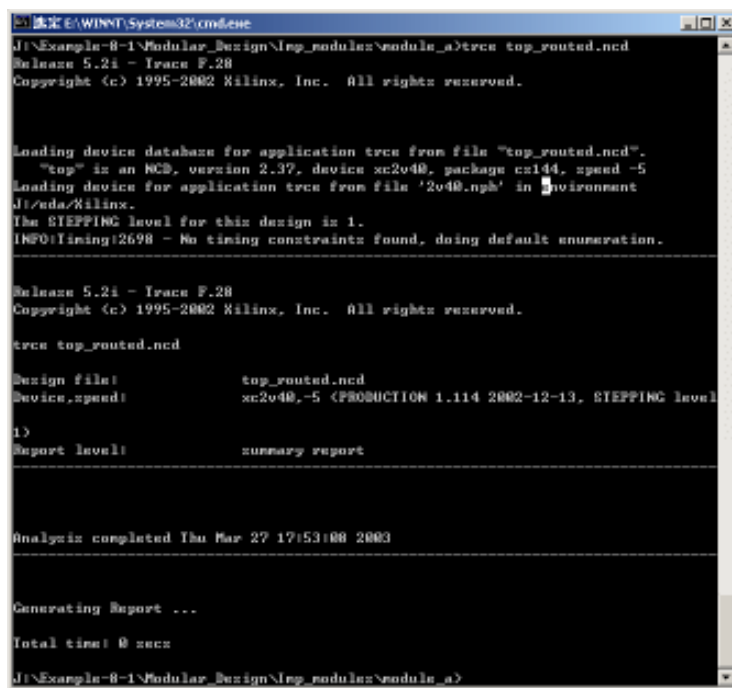

图8-19 使用 trce 命令生成静态时序报告文件
- (7) 运行“`trce top_routed.ncd`”命令，检查实现结果的静态时序，如图 8-19 所示。静态时序报告的扩展名为“`twr`”或“`twx`”，可用文本编辑器观察。